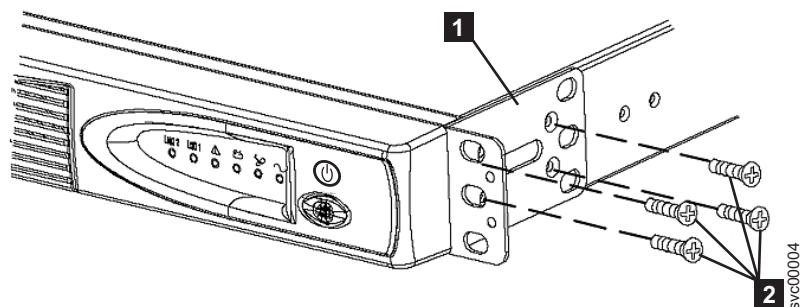

図 278. 2145-1U 無停電電源装置 用サポート・レールのラックへの取り付け
3. 701 ページの図 278 に示されるように、取り付けブラケットごとに 4 つの M3 × 6 ねじ **2** を使用して、取り付けブラケット **1** の長い側を 2145-1U 無停電電源装置 の各側面に取り付けます。